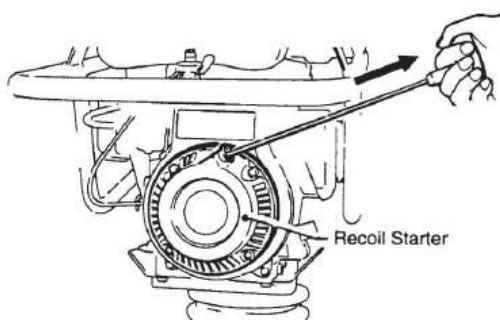

Рис. 8 Стартер
4. Возьмитесь крепко за ручку стартера (Рис. 8) и потяните её до тех пор, пока не почувствуете небольшое сопротивление (выберите свободный ход). После потяните резко и быстро. Верните ручку стартера в исходное положение.